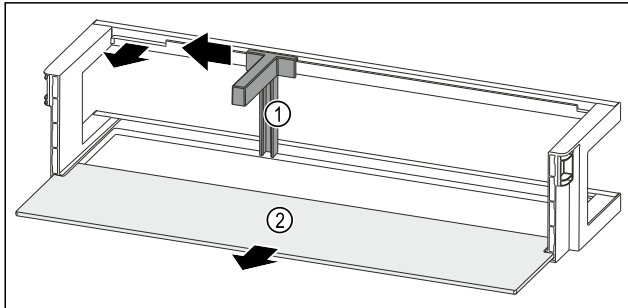

Fig. 249 Ajtópolc palacktartóval és tárolólappal
- ▶ A mélyedésig tolja oldalra a palacktartót Fig. 249 (1).
- ▶ Vegye ki a palacktartót Fig. 249 (1).
- ▶ Vegye ki a tárolólapot Fig. 249 (2).